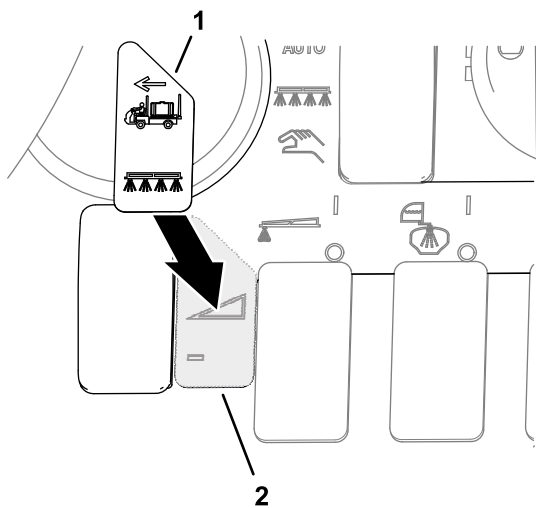

Bild 86
4. Bringen Sie den Transport-Aufkleber über dem Aufkleber am Armaturenbrett an, wie in **Bild 86** dargestellt.